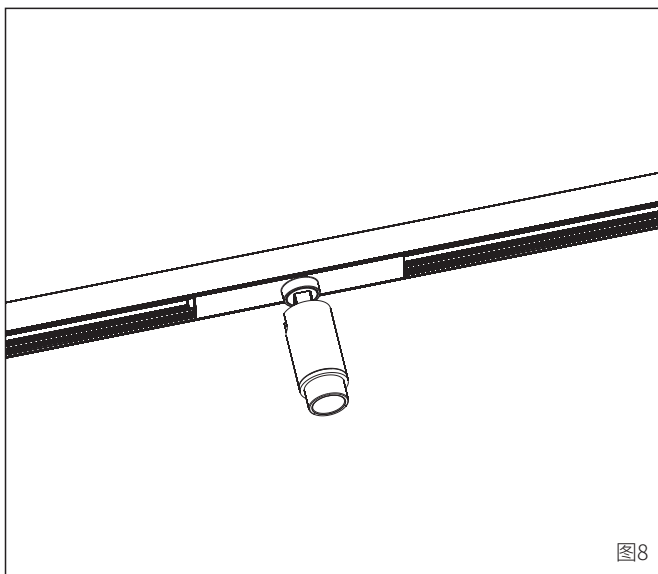

图8
2.射灯电源盒完全卡入导轨中并固定好,表面无凸出导轨即可。如图8所示